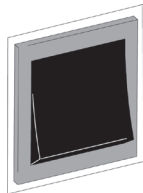

Fig. 6
5. Mettre le sélecteur marche / arrêt / fonction sur AA (pulvérisation avec air comprimé) sur ON (fig. 6).